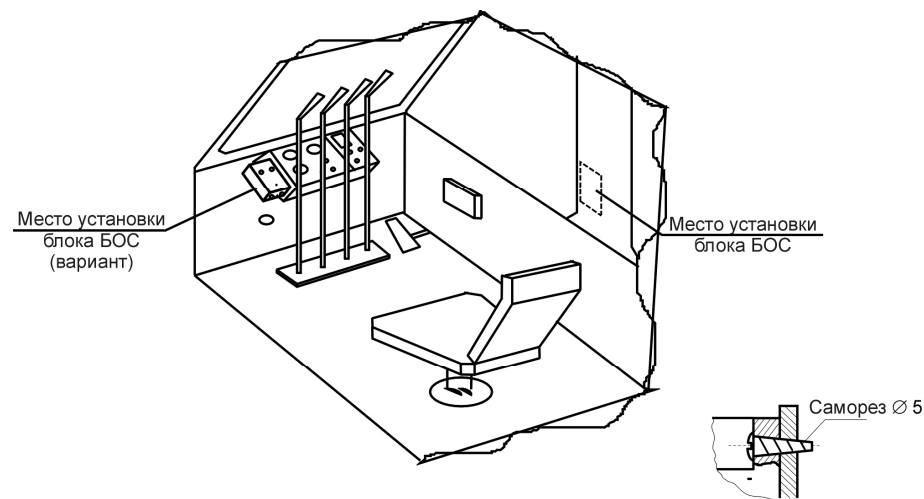

Рис. 3. Установка блока обработки сигнала в кабине крановщика
5. Монтаж блока обработки сигналов (рис.3).